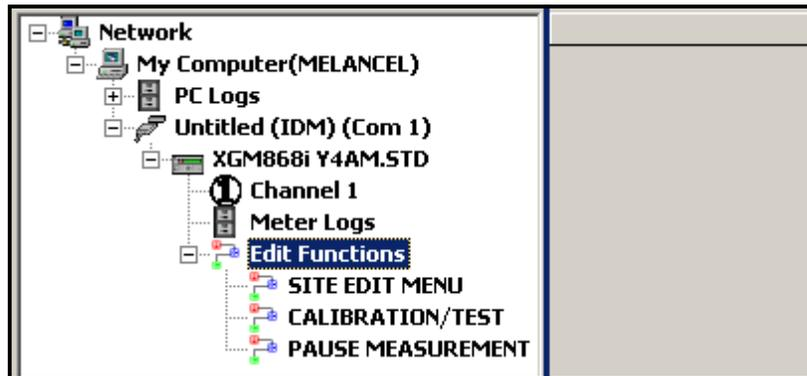

Figure 40 : Menus dans l'option Fonctions de modification
2. Développez l'option *Fonctions de modification*. La fenêtre ressemble maintenant à celle illustrée à la Figure 40 à la page 87.